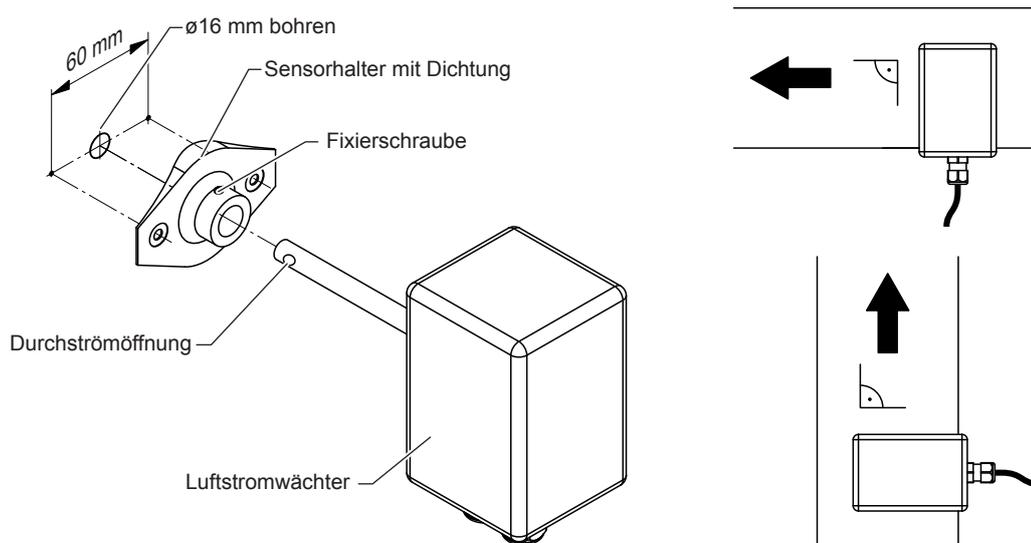

Abb. 24: Montage des Luftstromwächters
3. Den Sensorschaft des Luftstromwächters bis zum Anschlag in Sensorhalter einschieben. Die Durchströmöffnung so ausrichten, dass sie genau in Luftstromrichtung zeigt. Die Durchströmöffnung zeigt in Luftstromrichtung, wenn die Längsseite des Sensorgehäuses 90° zur Luftstromrichtung ausgerichtet ist (siehe Abb. 24). Anschliessend den Luftstromwächter mit der Fixierschraube befestigen.